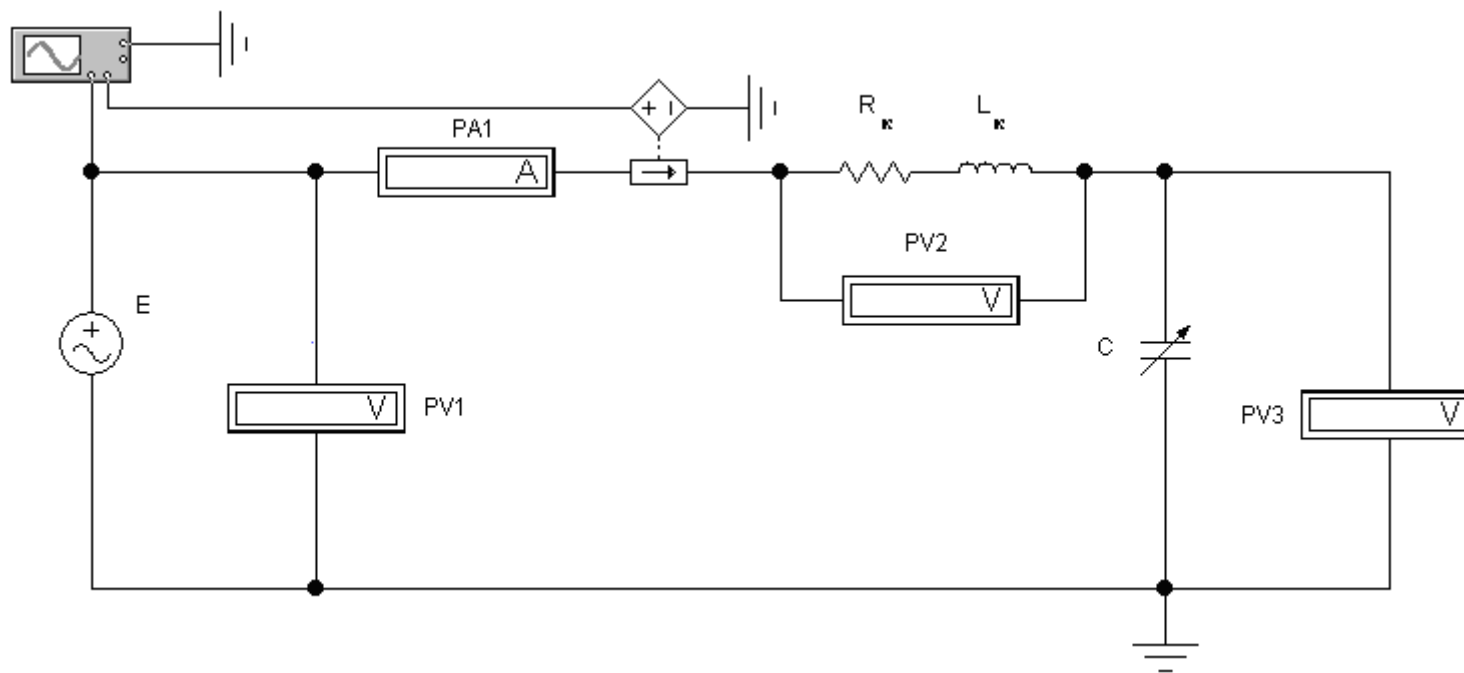

Рис. 4. Электрическая схема линейной неразветвленной электрической цепи синусоидального тока
На рис. 4 показана электрическая схема лабораторной установки для исследования линейной неразветвленной электрической цепи синусоидального тока.
1. Ознакомиться с электрической схемой, приборами и элементами (см. рис. 4). Изучить принципиальную схему электрической цепи.
1) собрать компьютерную модель схемы. Для этого, используя панель групп библиотеки компонентов и мышшь, поместить на рабочее поле программы *Electronics Workbench* модели элементов схемы и измерительных приборов. Из этих элементов собрать модель электрической схемы и подключенных к ней измерительных приборов в соответствии с рис. 4. Соединение элементов производится с помощью мышши;